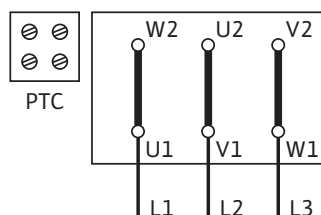

Fig. 35: Arranque Y-Δ (padrão)
- O esquema de ligações eléctricas encontra-se na caixa de bornes (ver também Fig. 35/36).
Arranque Y-Δ (padrão)	Remover pontes de ligação (Fig. 35)